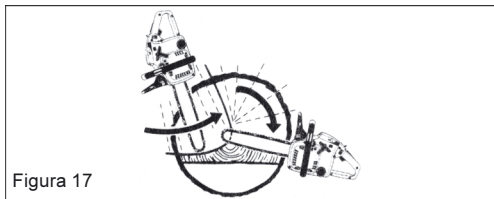

Figura 17
5. Después de practicar el corte final, el árbol se cae por sí solo o con ayuda de la cuña de talar o la palanqueta (Figura 17).